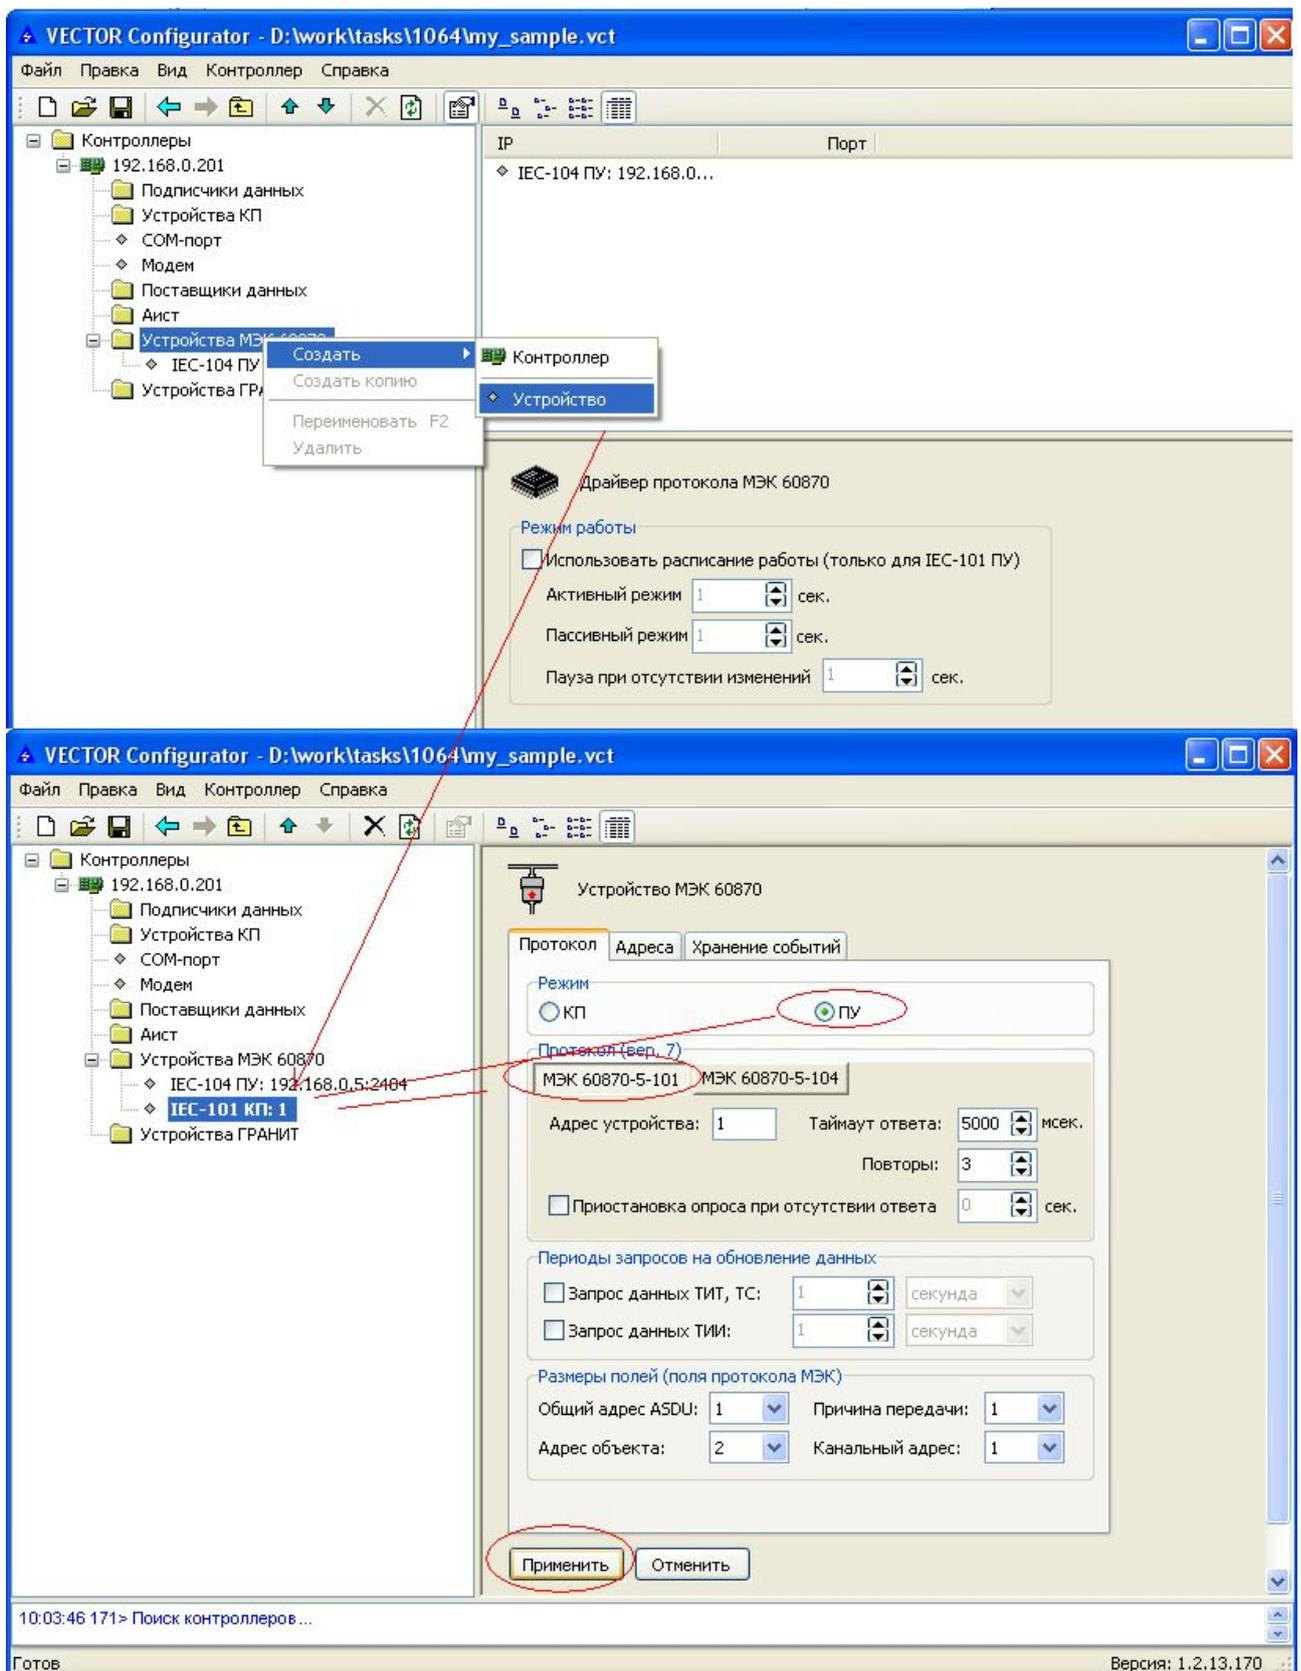

Рисунок 7 – Добавление устройства МЭК-101 ПУ в параметры модуля XPort
7) добавьте устройство **МЭК-101 ПУ** в параметры модуля XPort (рисунок 7);